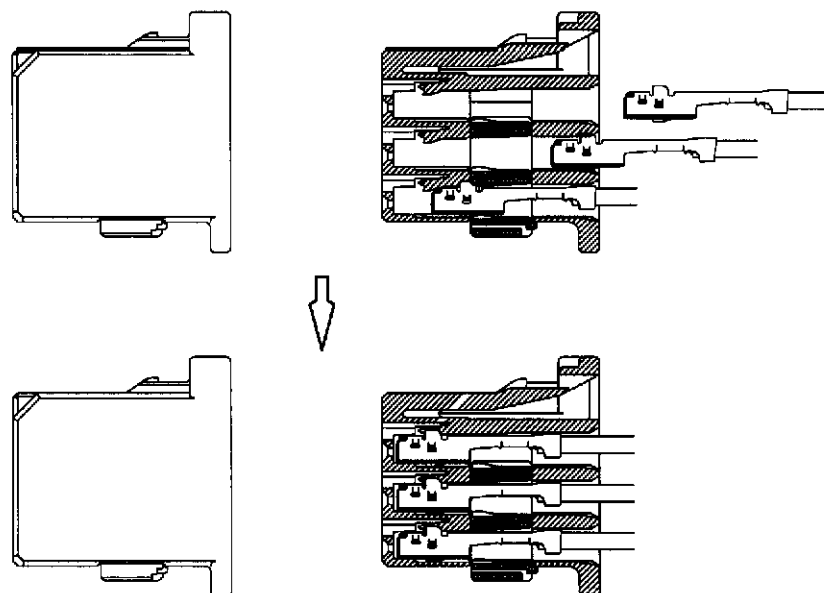

Fig.10
- (4) Fig.10 のような向きにメス端子を指定のキャビティ（穴）に挿入します。カチッと音がしてそれ以上挿入できなければ完了です。